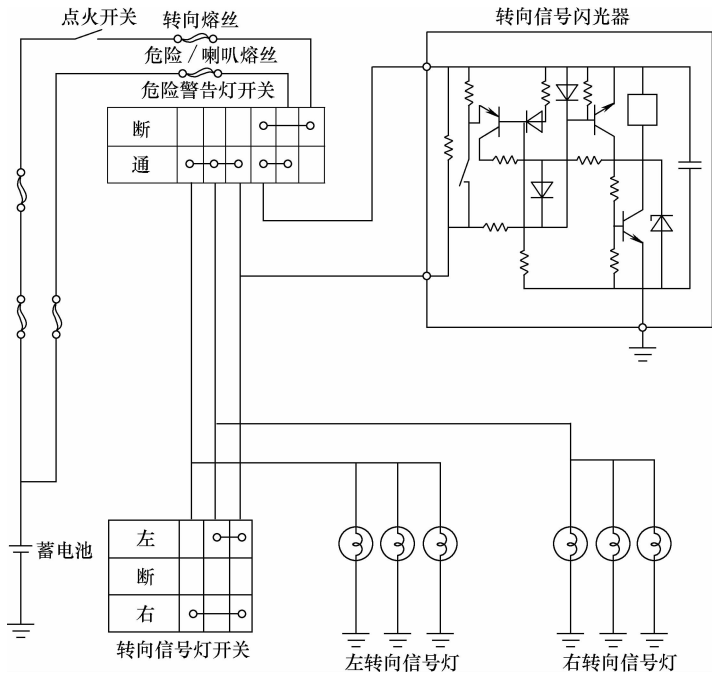

图 4-16 转向信号系统控制电路
(1) 转向信号灯的故障诊断与排除 转向信号系统控制电路如图 4-16 所示。